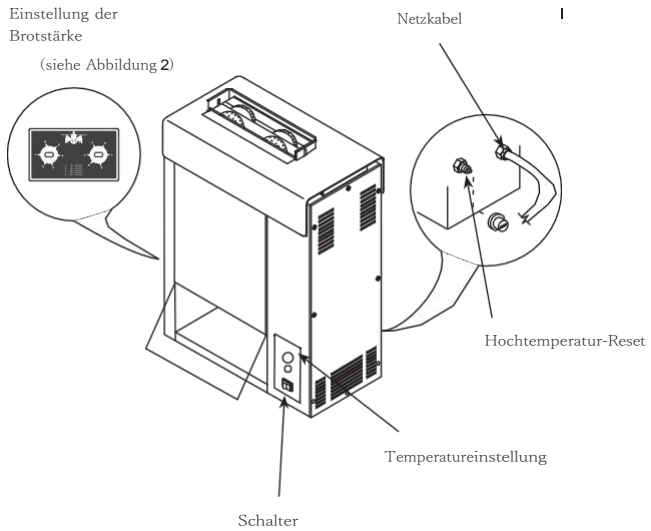

Abbildung 1
2. Schalten Sie den Schalter ein (Abbildung 1). Drehen Sie den Temperaturregler, um die Heizlampe einzuschalten, und toasten Sie das Brot, sobald die Heizlampe erlischt.
3. Legen Sie die obere und untere Schicht mit den gegenüberliegenden Seiten in die Aussparung (Abbildung 1). 4. Das geröstete Brot fällt in den Brotauswurf.